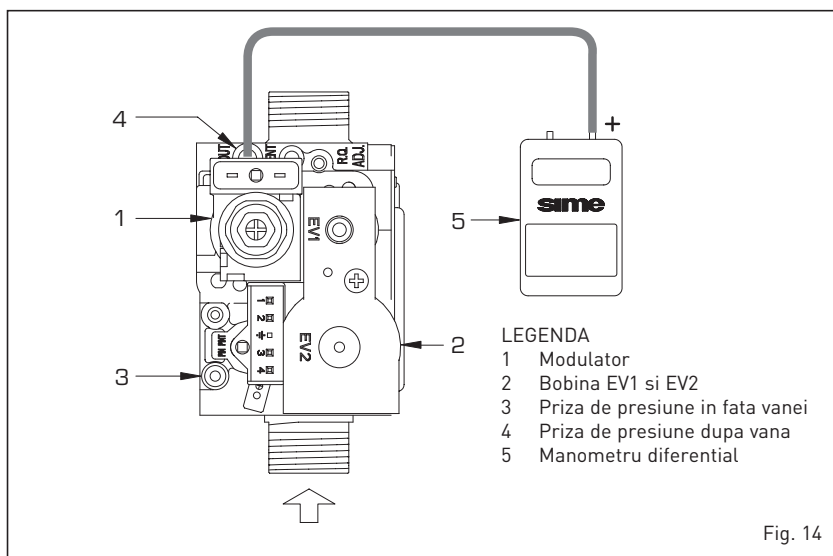

Fig. 14
Microcentrala este produsa in versiunea standard cu vana de gaz model SIT 845 SIGMA (fig. 14) tarata la doua valori de presiune: maxima si minima care corespund, in functie de tipul de gaz, valorilor indicate in **Tabelul 2**. Tararea presiunii gazului la valorile de maxim si minim se efectueaza de catre SIME: din aceasta cauza nu se recomanda modificarea acestor reglaje. Numai in cazul trecerii de la un tip de gaz de alimentare (metan) la altul (propan) se va permite modificarea presiunii de lucru.
- Cuplati coloana sau un manometru diferential dupa cum se indica in fig. 14.